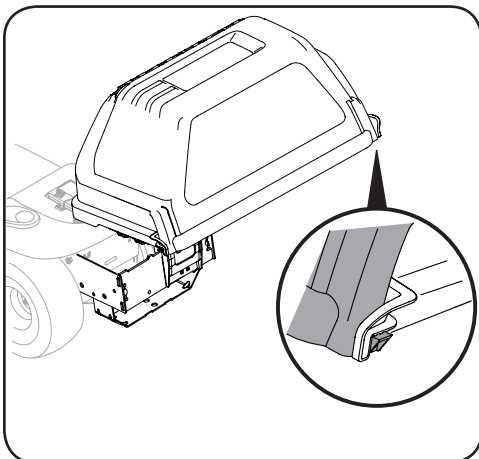

Figure 4-19
1. Installez le support de tige de la botte (747-06043) sur la chaussure à l'aide de 2 vis à épaulement (738-1225) et de 2 écrous de fixation (712-04064) du kit de quincaillerie 689-00636. Assurez-vous que les vis à épaulement (738-1225) sont installées à l'intérieur de la chaussure. Voir Figure 4-19.